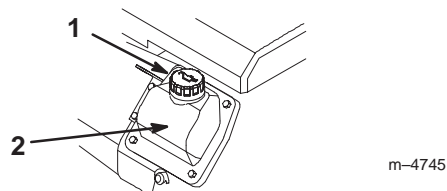

Figure 5
8. Si le niveau est bas, nettoyez la surface autour du bouchon de remplissage et enlevez le bouchon (Fig. 5).